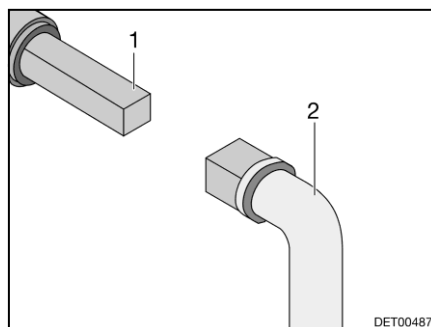

Bild 122 Handhavande avloppsventil
- Sätt nyckeln (Bild 122,2) mot fyrkanten (Bild 122,1).